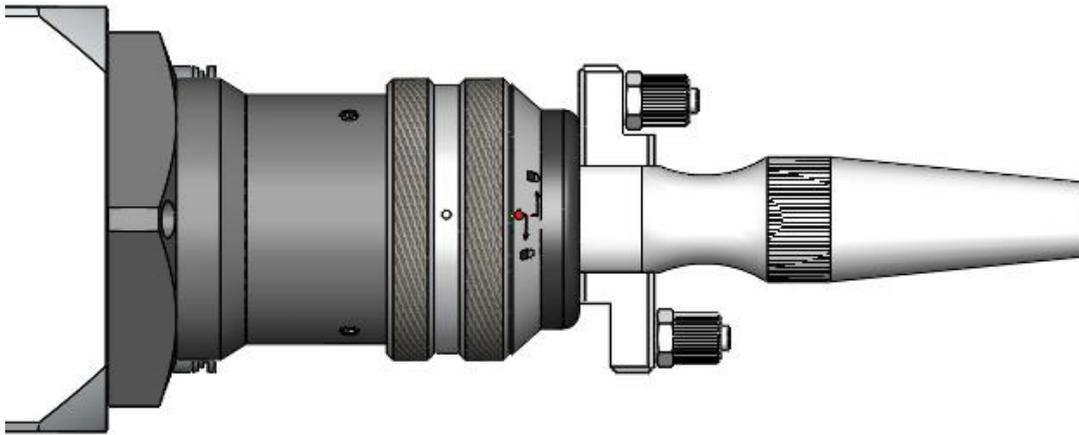

图1.9
- ⑤ 顺时针方向旋至极限位置（可以感觉到“噔”的一声），向上提起旋转螺母，再次顺时针旋转螺母直至压紧光纤头，将QBH连接器拧至锁紧状态（注意转到位即可，不要大力拧动，否则可能会损坏QBH内部结构）如下图1.9所示：